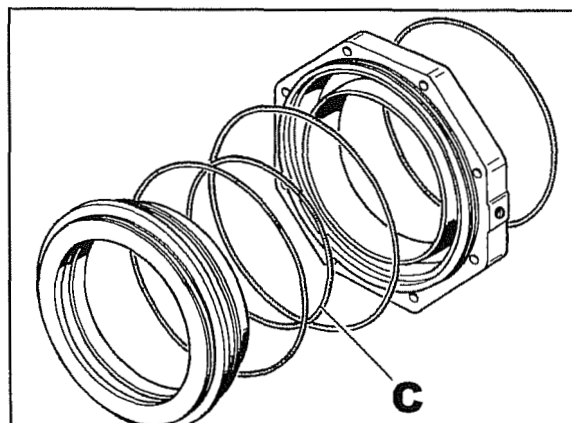

Abb. 30
Die Abb. 30 zeigt den Zylinder, den Kolben und die Dichtungsringe im Detail.
- Beim Wiedereinbau des Kolbens in den Zylinder besonders darauf achten, daß der Ring **C** Abb. 30 zum Abdichten des Innendurchmessers während des Vorgangs in seinem Sitz bleibt.